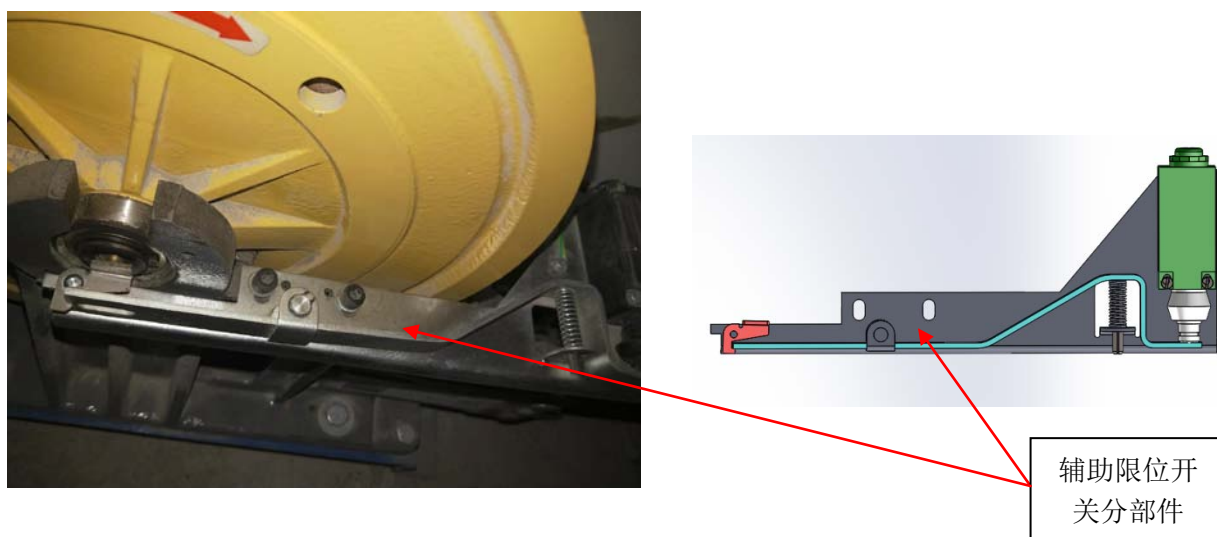

图 3
3.3 使用毛刷或类似工具将辅助限位开关分部件上的灰尘、杂物清理干净，如图 3 所示；